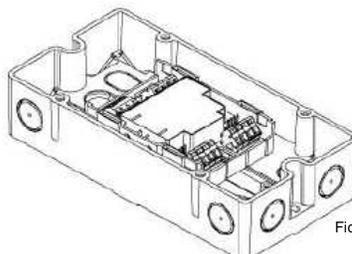

Fig. 4.4.2.
- Instalação fora de um gabinete de comutação ou de uma unidade de controle: Use caixa FDCH221 (Fig. 4.4.2).
3. Monte a caixa sobre uma superfície uniforme com dois parafusos. (Fig. 4.4.2). Distância entre furos:  $182,0 \pm 1,0$  mm.